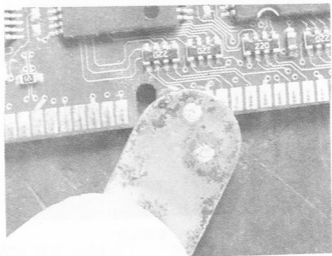

图 4-10 用力压平
(4) 胶水凝固后, 用壁纸刀把新粘上去的金手指表面清理干净, 如图 4-10 所示。